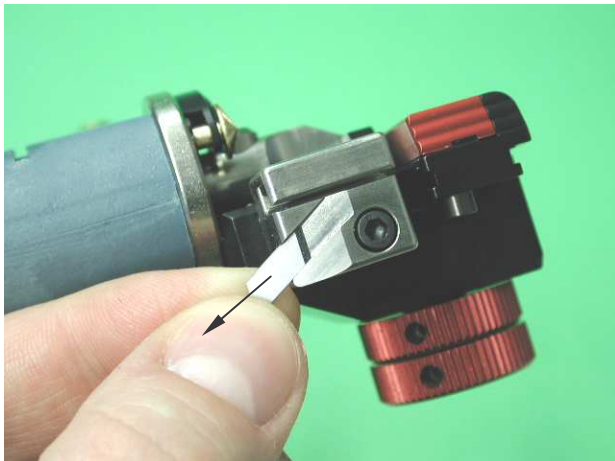

Bild 16
**2.** Ziehen Sie nun die Schneidklinge in Pfeilrichtung nach hinten aus ihrer Führung heraus (siehe Bild 16).